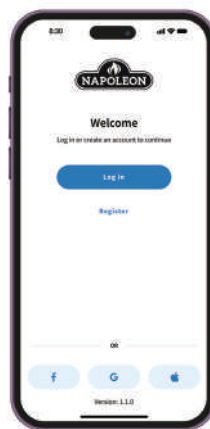

Fig. 1
1. Registra un account con l'app **Napoleon Home** OPPURE accedi utilizzando le informazioni del tuo account Facebook, Google o Apple. (Fig 1)